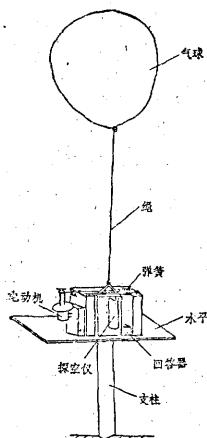

图3 探空仪安置就绪
2. 遥控放球器的使用及配合 探空仪或回答器基值测定合格后，装备好置于遥控放球器支架上，盖上顶盖，插上销子，升起气球（见图3）。当到达正点时，收报者发出信号（用蜂鸣器给出信号），测距者在701雷达天线平台上按动遥控放球器起动电钮，电机或电磁铁即动作而拔出插销，顶盖自动打开，气球便携带探空仪或回答器平稳向上飞出。